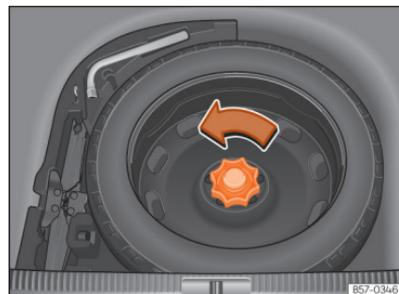

Fig. 218 Na bagageira: piso de carga levantado.
- Mova a roda no sentido contrário ao dos ponteiros do relógio »» Fig. 218.